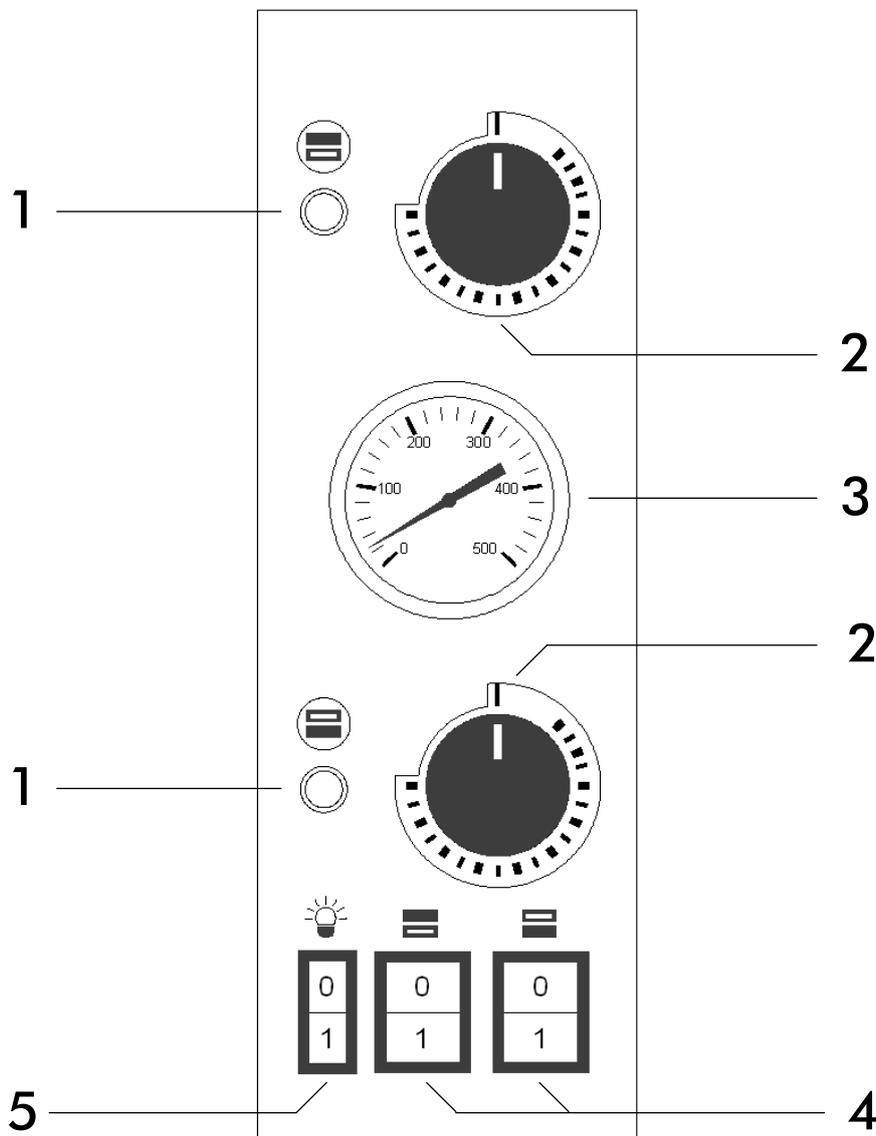

Рис.1 Печи панель управления TRAYS
ЛЕГЕНДА РИС.1
- 3) Переведите нагревательные элементы (Рис.1 - задания 4) в положение "I" ;
- 4) Активируйте работу резисторов приносящих термостаты (рис.1 - задания 2), при температуре 150 ° С указано на панели управления загорится загорается индикатор соответствующего (рис.1 - задания 1) будет означать, что операция из сопротивление в использовании
- 6) Отключение работы резисторов, приносящих термостаты (Рис.1 - задания 2) в поз "0" будет отключить свои огни.;
- 8) Закройте дверцу и повторите операцию, как указано в пункте **4)**, установив термостаты (рис.1\_функц.2) на температуру **400°C**, указанную на кнопке ;
- 10) Отключите ТЭНы, переведя показания термостатов (**Рис.1,- функц. 2**) в положение **"0"** ;
- 2) Переведите выключатель нагревательных элементов (рис.1\_функц.4) в положение "I" ;
- 3) Включите ТЭНы, установив для термостатов (**Рис.1- функц. 2**) , необходимую температуру, указанную на рукоятке настройки (**Рис.1- функц. 1**) При этом загорятся соответствующие светодиоды, подтверждающие, что ТЭНы действительно работают ;
- 4) После того, как печь нагреется до необходимой температуры (см. **пункт 9** настоящего параграфа), показания которой выводится на термометр (**Рис.1 - функц. 3**), можно поставить пиццу в печь для выпекания ;
- 6) Для освещения внутренней части камеры выпечки нажмите на выключатель лампочки печи (**Рис.1-функц.5**);
Выключите печь, переведя выключатель тэнов печи (**Рис.1– функц. 4**) в положение "0" и кнопки, которые регулируют термостаты (**Рис.1– функц. 2**).